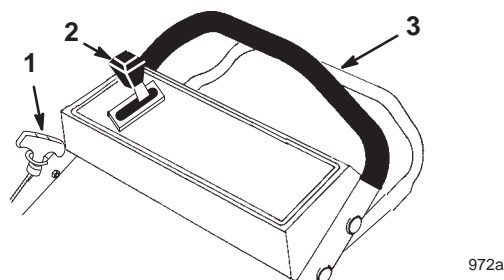

Figure 9
Les commandes se trouvent sur la partie supérieure du mancheron comme illustré à la Figure 9.
4. Serrez la barre de commande contre la partie supérieure du mancheron (Fig. 9).
5. Tirez lentement la poignée du lanceur jusqu'à ce que vous sentiez une résistance, puis tirez vigoureusement (Fig. 9). Laissez le lanceur se rétracter lentement jusqu'à la poignée.